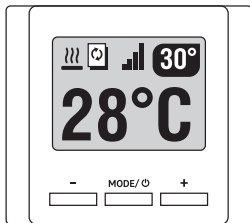

Рис. 10
6. После успешного подключения появится значок уровня сигнала на экране терморегулятора (рис. 10).
8. После успешного подключения появится значок уровня сигнала на экране терморегулятора (рис. 10).